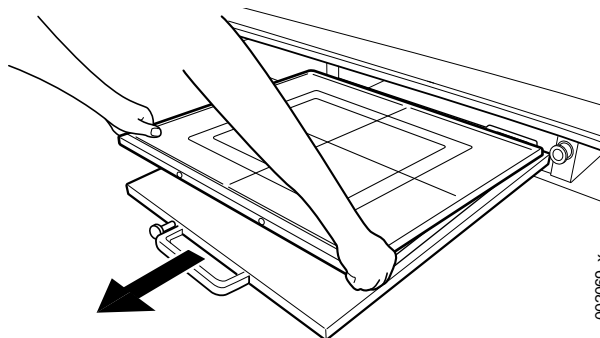

Fig. 4-78 Retrait du détecteur
2. Retirez le détecteur en le tirant vers vous selon Fig. 4-78.